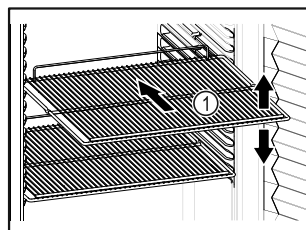

Fig. 60 Vejledende illustration
- Tilpas højden, når bæreristene Fig. 60 (1) kan flyttes.